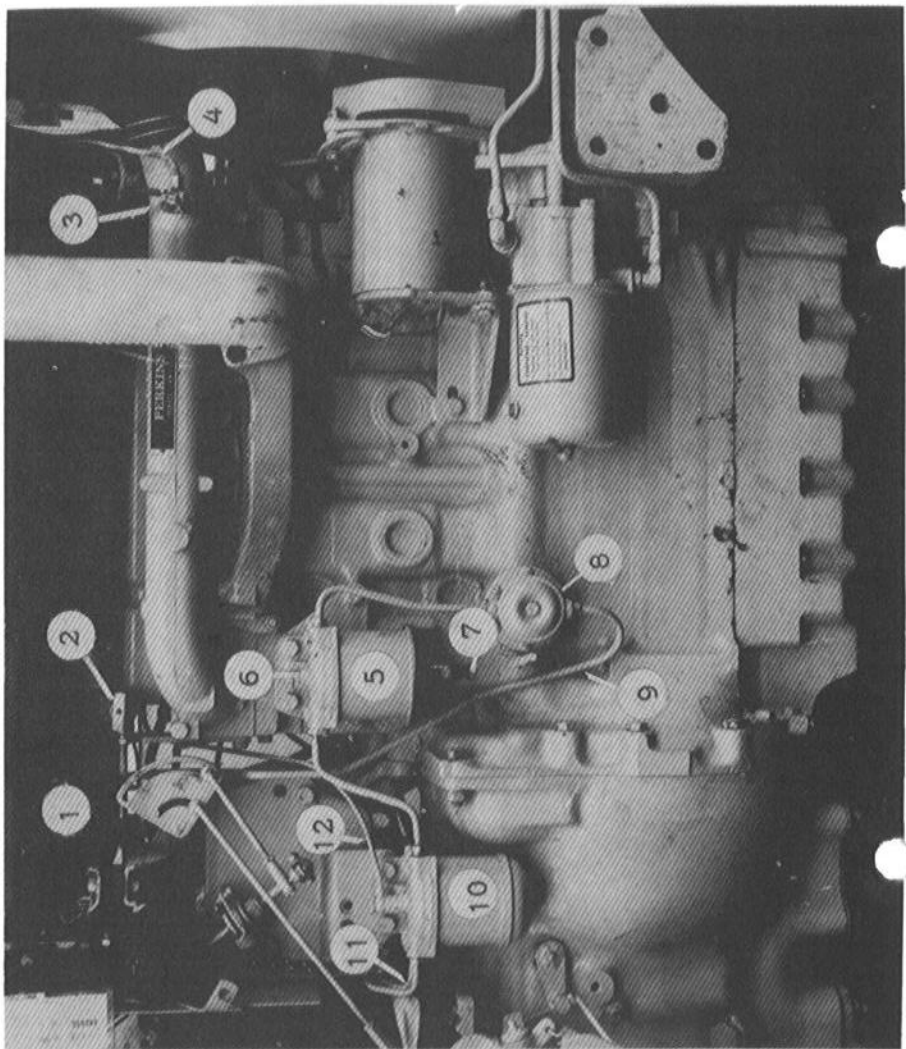
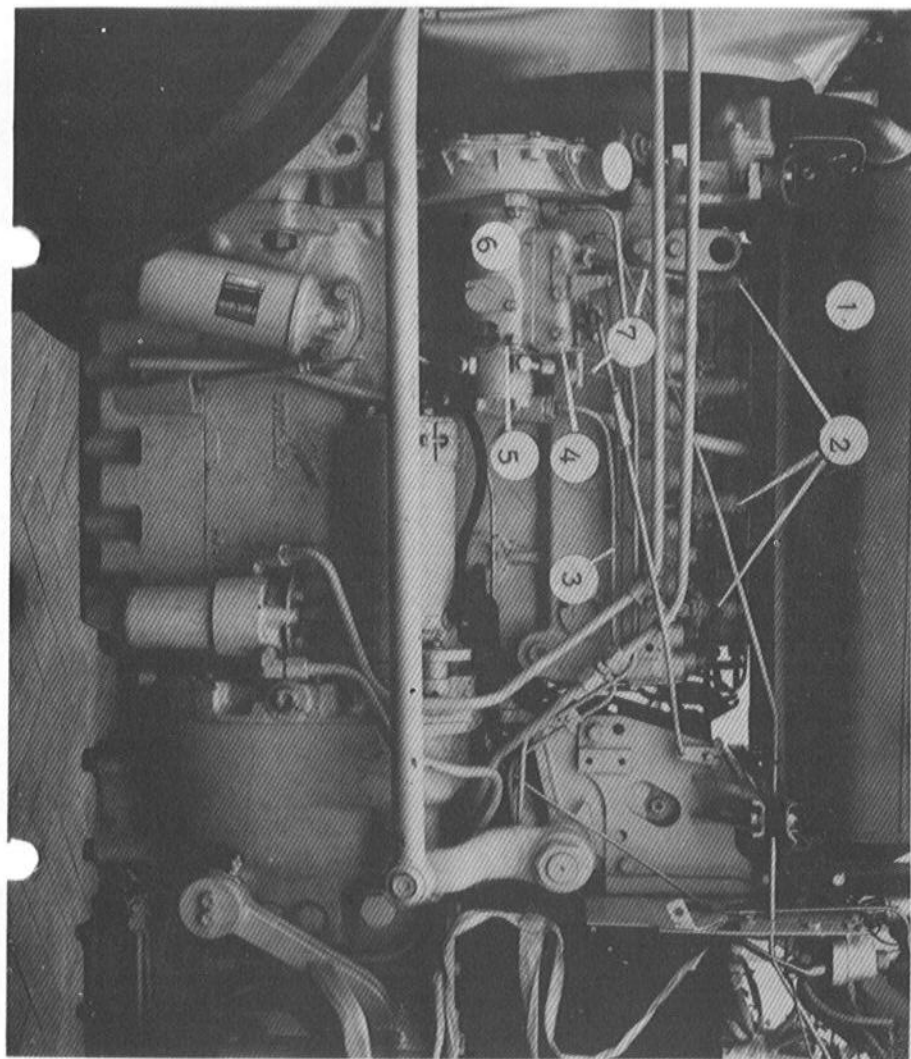

Bild 139
Bild 140
3. Entlüftungsschraube auf dem ersten Kraftstofffilter (Bild 139, -6) lösen und Hebel der Kraftstoffförderpumpe (Bild 139, -8) betätigen, bis Kraftstoff blasenfrei an der gelösten Entlüftungsschraube austritt. Entlüftungsschraube wieder festziehen.
4. Abflußleitung des zweiten Kraftstofffilters lösen (Bild 139, -11) und Kraftstoffförderpumpe betätigen, bis der Kraftstoff blasenfrei austritt.
5. Die beiden Entlüftungsschrauben (Bild 140, -4 und 5) am Pumpengehäuse lösen und Hebel der Kraftstoffförderpumpe (Bild 139, -8) betätigen, bis Kraftstoff blasenfrei an den beiden Entlüftungsschrauben austritt. Während der Handhebel weiter betätigt wird, die untere und dann die obere Schraube wieder anziehen.
6. Entlüftungsschraube am Anschlußstück der Verteiler-einspritzpumpe lösen, Kraftstoffförderpumpe (Bild 139, -8) betätigen und - sobald Kraftstoff blasenfrei an dem Gewinde austritt - wieder festziehen.
7. Überwurfmuttern an den Einspritzdüsen lösen (Bild 140,-2).